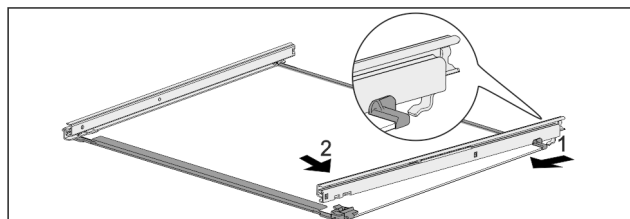

Fig. 123 Staklena ploča s vodicama
- Zakvačite vodicu sa stražnje strane. Fig. 123 (1)
- Uglavite vodicu s prednje strane. Fig. 123 (2)